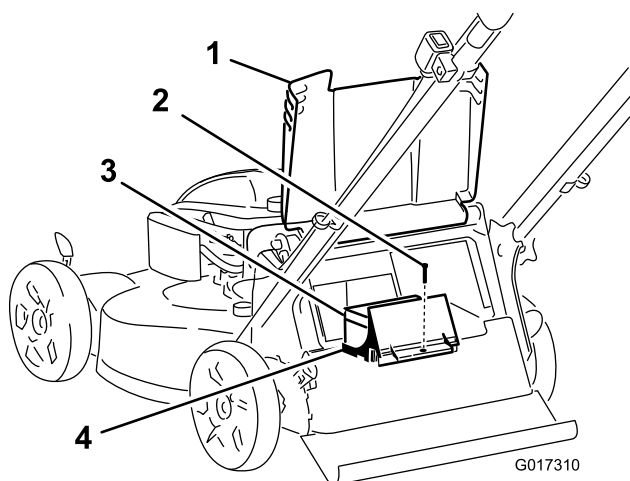

Figure 35
2. Soulevez le déflecteur arrière et localisez le logement de la batterie (Figure 35).